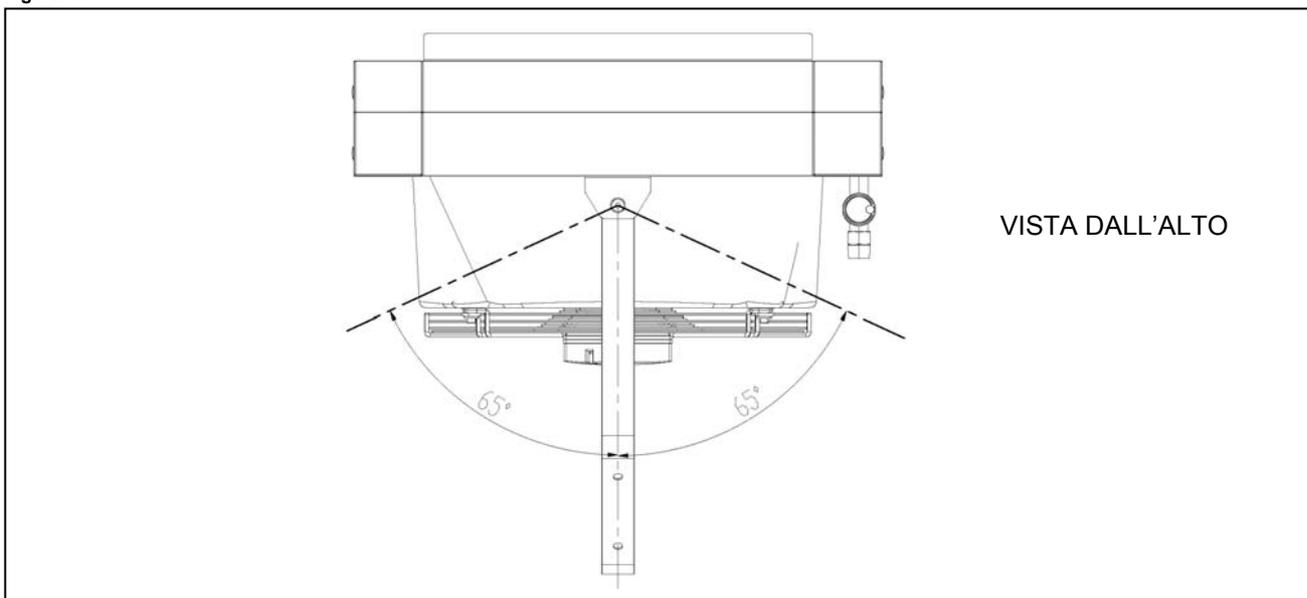

Figura 15
- Inoltre la ventilante può essere orientata a destra o a sinistra, come indicato in Figura 15 a pagina 19, in funzione di dove si vuole indirizzare il flusso d'aria.